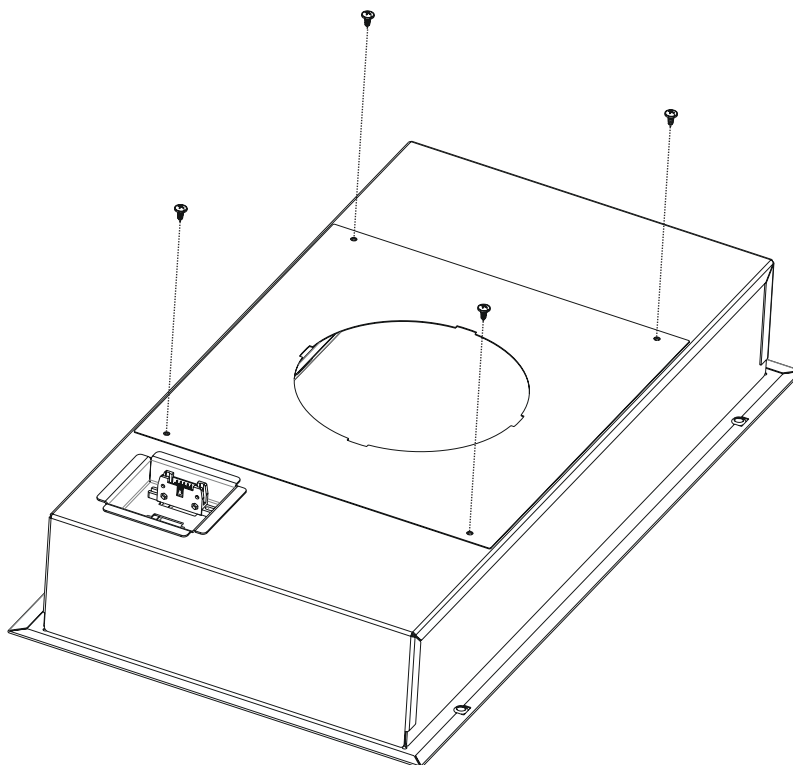

Fig. 27
8. ➤ Använd adapterplattan med ett runt hål och tillslut fläktens öppna sida genom att skruva fast plattan med 4 skruvar. (Fig. 27).